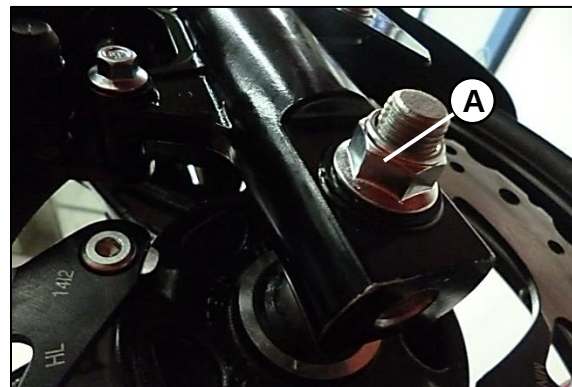
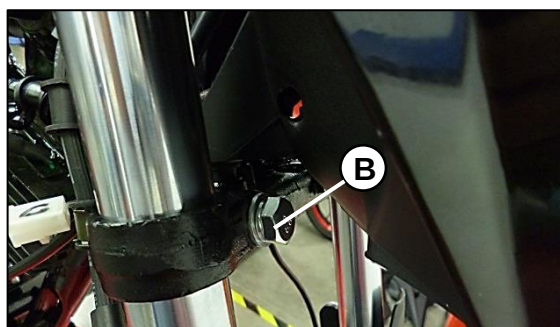

Fig. 03
Fig. 03.1
Desensamble e inspeccione la llanta delantera (A)(ver capítulo de llanta) **Fig. 03**
Desensamble e inspeccione los tornillos de la horquilla superior (A) Fig. 03 y la inferior (B). Fig. 03.1